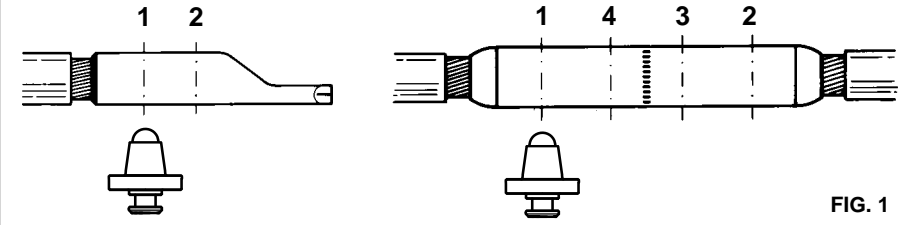

FIG. 1
- Den Stempel **PS 130.../E** (92) in den Adapter **AU 231-PS/E** (90) durch Betätigen des Arretierungsknopfes (83) einrasten lassen.
- Den Kabelschuh bzw. Verbinder in die Presseinsatzschale (93) einlegen und mit Hilfe der Nuten an der Oberseite der Presseinsatzschale in der Gabel des Kopfes an den Zapfen (8) positionieren.
- Die Pumpe betätigen und mit dem Verpressen der Kabelschuhe bzw. Verbinder beginnen. Dabei ist die Reihenfolge (siehe Bild 1) zu beachten.